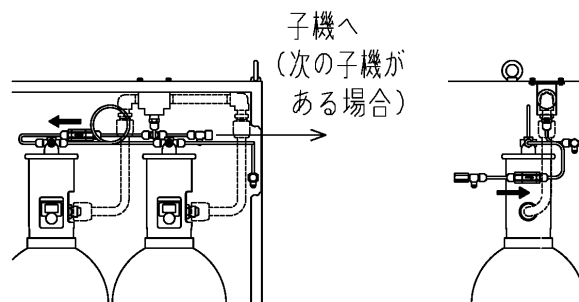

図9. 銅管の接続1
- (8) 圧力封入ユニットと配管の継手に図9のようになるように銅管を接続してください。
- (10) 図9・10の様に圧力封入ユニット～電磁開放器間の起動ラインの間にリリーフ弁 (安全弁) と逆止弁を入れ、銅管で接続してください。